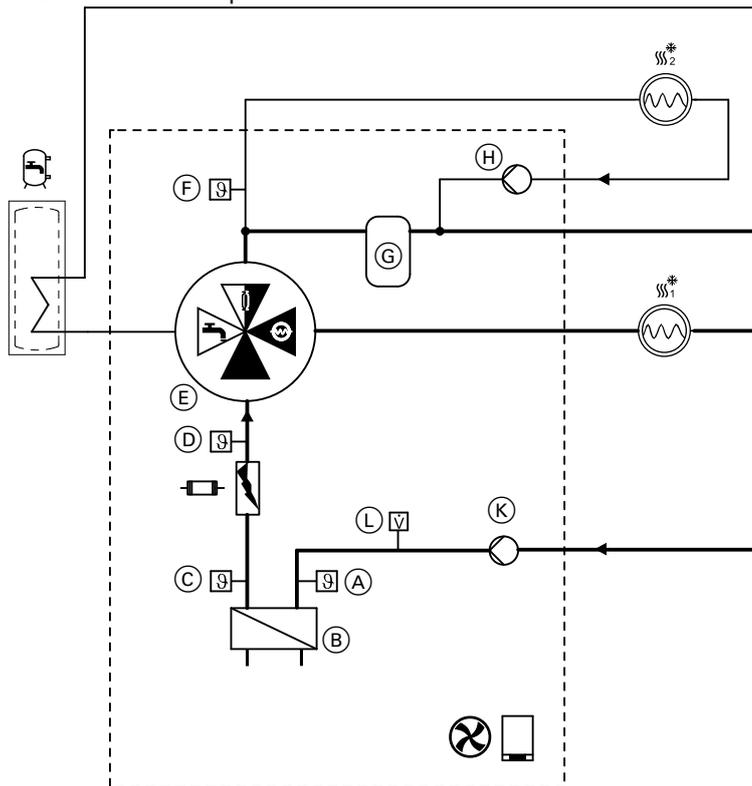

Abb. 11
- Der Volumenstrom kann sich bei dieser Stellung des 4/3-Wege-Ventils aufteilen in Richtung Heiz-/Kühlkreis 2 und integrierter Pufferspeicher. Da der Volumenstromsensor (falls vorhanden) nur den gesamten Volumenstrom erfassen kann, ist der in ViGuide App angezeigte Wert in Bezug auf den Heiz-/Kühlkreis 2 ggf. nicht korrekt: Siehe Abb. 11.